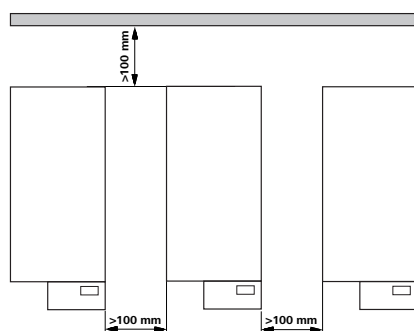

Fig. 2
- 确保仪器放置间距合理，仪器之间、仪器距离四周墙壁至少100 mm，仪器距离上方至少800 mm。(见 Fig. 2)